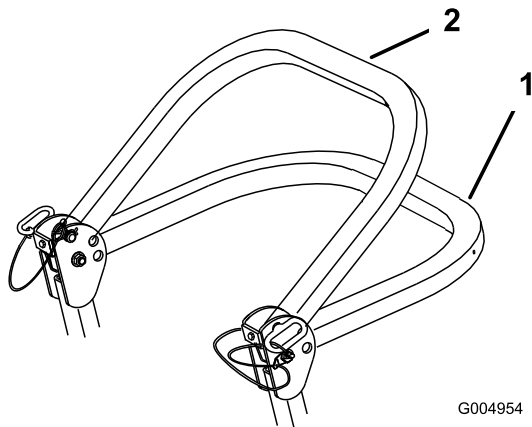

Figure 6
2. Abaissez l'arceau de sécurité à la position la plus basse. La position abaissée est à deux niveaux Voir Figure 6 pour les positions.